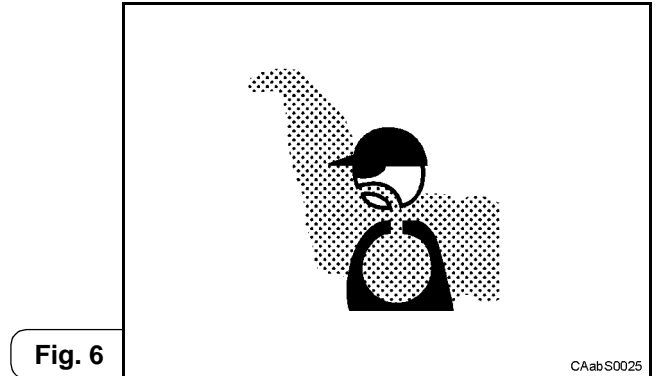

Fig. 6
- 4 Non inalare sostanze chimiche in concentrazioni pericolose per la salute (Fig. 6); ventilare gli ambienti in cui si utilizzano solventi con componenti chimici volatili o spray.
- 4 *Do not inhale chemical substances in dangerous concentration for the health care (Fig. 6); ventilate the environments in which sprays and solvents, with volatile chemical substances, are used.*